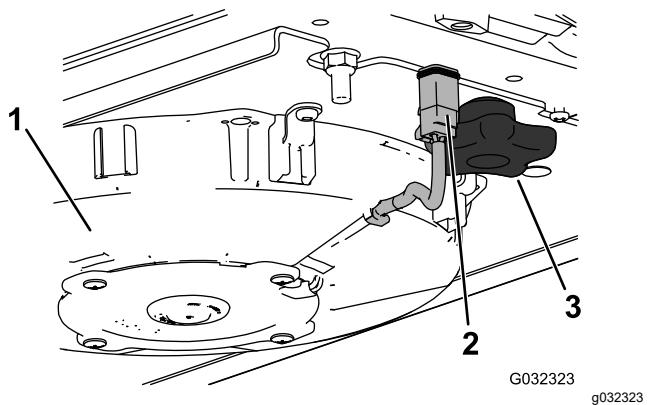
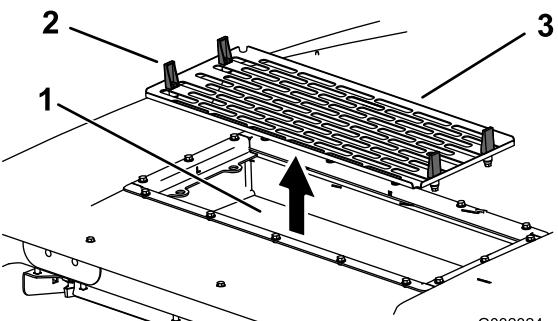

Figura 96
Figura 97
6. Instale los filtros de aire, la rejilla y el conjunto del ventilador (Figura 94, Figura 96 y Figura 97).
7. Conecte el cable de cada ventilador (Figura 96).